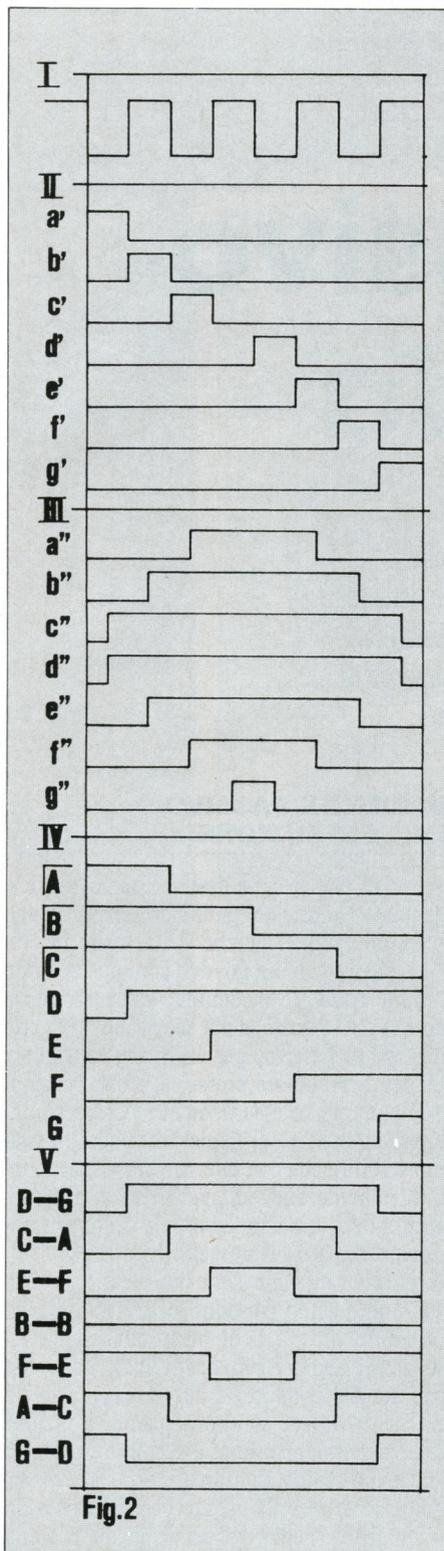

Fig. 2
Fig. 2 - Schema teorico di formazione degli impulsi PEM (IV) a partire da due serie immaginarie di impulsi PPM (II) e PWM (III); seguito dallo schema di composizione degli impulsi PEM (IV) in impulsi PWM bipolari (V). Le coppie di lettere che affiancano gli impulsi della V serie indicano i corrispondenti impulsi della IV serie da cui vengono ottenuti per sottrazione; ad esempio: sottraendo l'impulso A dal C in IV si ottiene l'impulso C - A in V.
Ora supponiamo di poter generare, in corrispondenza della frequenza di clock di Fig. 2/I, i sette impulsi illustrati in Fig. 2/II ed i sette in Fig. 2/III (in realtà non è possibile). Degli uni è modulata la posizione (PPM) e
degli altri la larghezza (PWM); se moltiplicassimo ordinatamente la prima serie per la seconda, otterremmo gli impulsi di Fig. 2/IV:
Gli impulsi di Fig. 2/IV presentano lo svantaggio di essere tutti temporalmente asimmetrici, cioè «decentrati» rispetto al periodo di campionamento, ma combinando differenzialmente due modulatori PEM unipolari si possono ottenere (in ambito analogico) forme d'onda bipolari totalmente simmetriche, come illustra la Fig. 2/V. Queste risultano strutturalmente identiche agli impulsi prodotti dalla PWM bipolare (Fig. 1g), per cui si presenta l'interrogativo: perché servirsi di una tecnica di generazione più complessa (appunto la PEM) per approdare alle stesse forme d'onda della più semplice PWM? Il motivo è il maggior «rendimento» della PEM in termini di rapporto tra quantità di larghezze diverse degli impulsi (cioè di livelli d'ampiezza rappresentabili) e frequenza di clock.
dulati in corrispondenza delle transizioni positive (dal livello basso a quello alto) del clock, oppure facendo salire gli impulsi in corrispondenza delle transizioni positive e facendoli scendere in corrispondenza di quelle negative: con il primo sistema (che è quello della PWM, v. Fig. 3b) si ottengono una certa quantità di impulsi temporalmente simmetrici, quindi utilizzabili, ed una quantità superiore di impulsi asimmetrici inutilizzabili; con il secondo sistema (quello della PEM, v. Fig. 2/IV) si ottengono solo impulsi asimmetrici, che però possono essere combinati a coppie, producendo una quantità circa doppia di impulsi simmetrici utilizzabili. Supponendo, ad esempio, di avere una frequenza di clock 4 volte superiore a quella di sovracampionamento, cioè 4 periodi di clock per ciascun impulso (Fig. 3a), con la PWM unipolare si possono produrre solo 2 impulsi simmetrici la cui durata sia inferiore al periodo di campionamento, più un impulso nullo costituito dal mantenimento del livello basso (Fig. 3b). Ma l'impulso più largo ha una larghezza tripla di quella del più stretto; manca cioè l'impulso di larghezza doppia. Perciò combinando differenzialmente due
ben 7 livelli, come abbiamo già visto nella Fig. 2/V. Elenchiamo quindi nella tabella allegata le quantità di livelli ottenibili dalla PWM e dalla PEM in funzione del rapporto con la frequenza di clock, e si può constatare che nella configurazione bipolare la PEM può produrre quantità di livelli equivalenti al doppio meno uno rispetto alla PWM nel caso di rapporti dispari (non utilizzati in